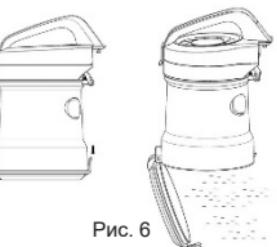
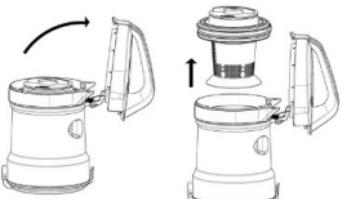

Рис. 5
Рис. 6
- Рекомендуется удалять пыль и мусор из контейнера-пылесборника (11) после каждой уборки помещения.
- Выключите пылесос, нажав на клавишу включения/выключения (16), выньте вилку шнуря питания из электрической розетки.
- Возьмитесь за ручку (12), нажмите на фиксатор (13) и снимите контейнер-пылесборник (11) (рис. 5).
- Расположите контейнер-пылесборник (11) над мусорным ведром.
- Потяните за фиксатор (24) и откройте нижнюю крышку (25) (рис. 6).
- Удалите пыль и мусор из контейнера-пылесборника (11).
- Закройте крышку (25).
- Установите контейнер-пылесборник (11) на место, убедитесь в надёжной фиксации контейнера-пылесборника (11).